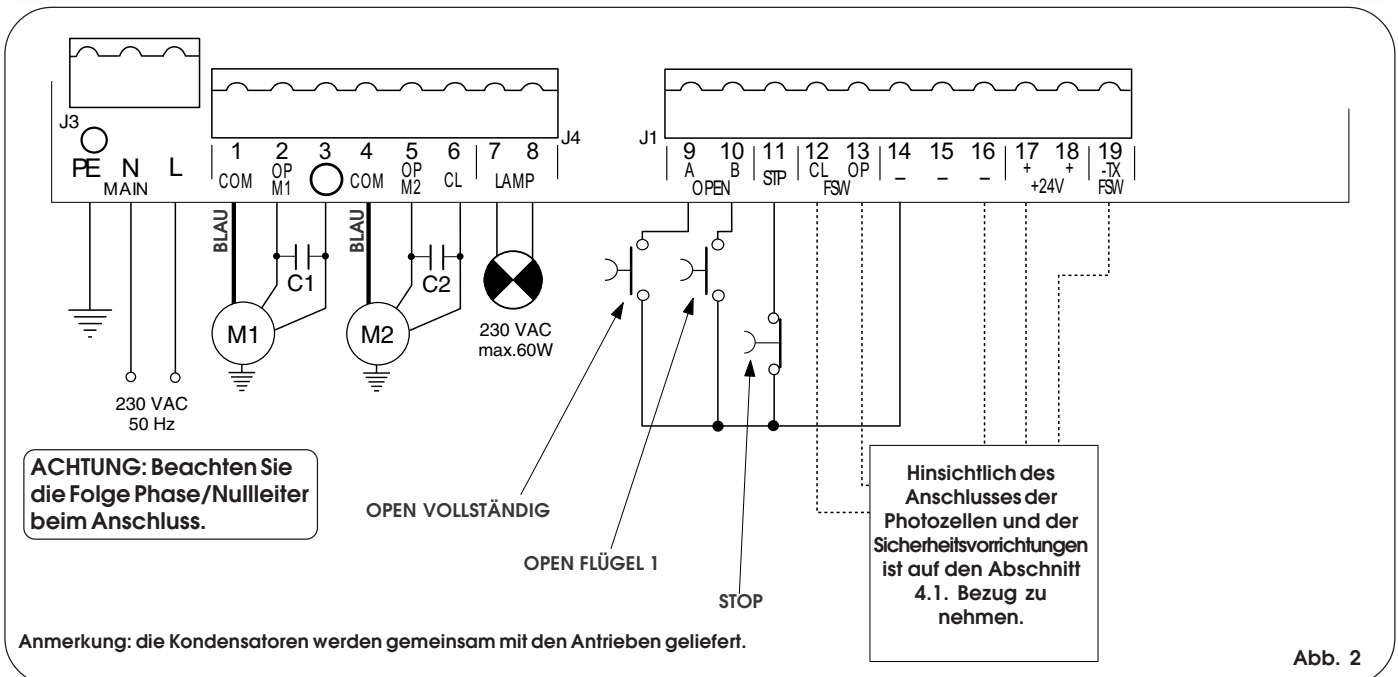

Abb. 2
- Das Erdungskabel ist an die entsprechende Klemme auf dem Stecker J3 des Geräts anzuschließen (siehe Abb. 2).
**4.2. Klemmenleiste J3 - Versorgung (Abb. 2)**
**4.3. Klemmenleiste J4 - Motoren und Blinkleuchte (Abb. 2)**
**4.4. Klemmenleiste J1 - Zubehör (Abb. 2)**